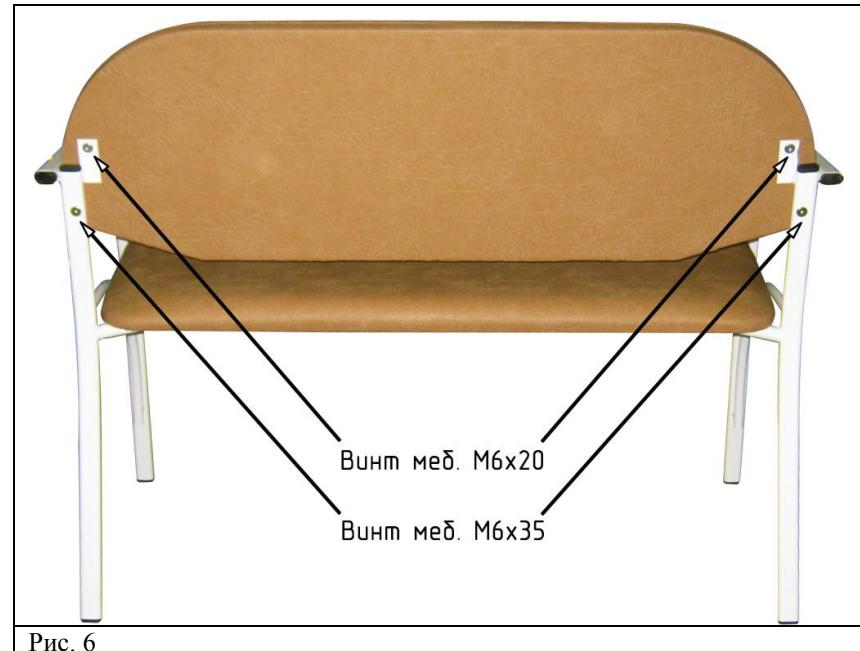

Рис. 6
6. Закрепить спинку двумя винтами M6x35 (через овальный профиль боковин) и двумя винтами M6x20 (через пластины боковин) (рис. 6). **Винты не затягивать!**